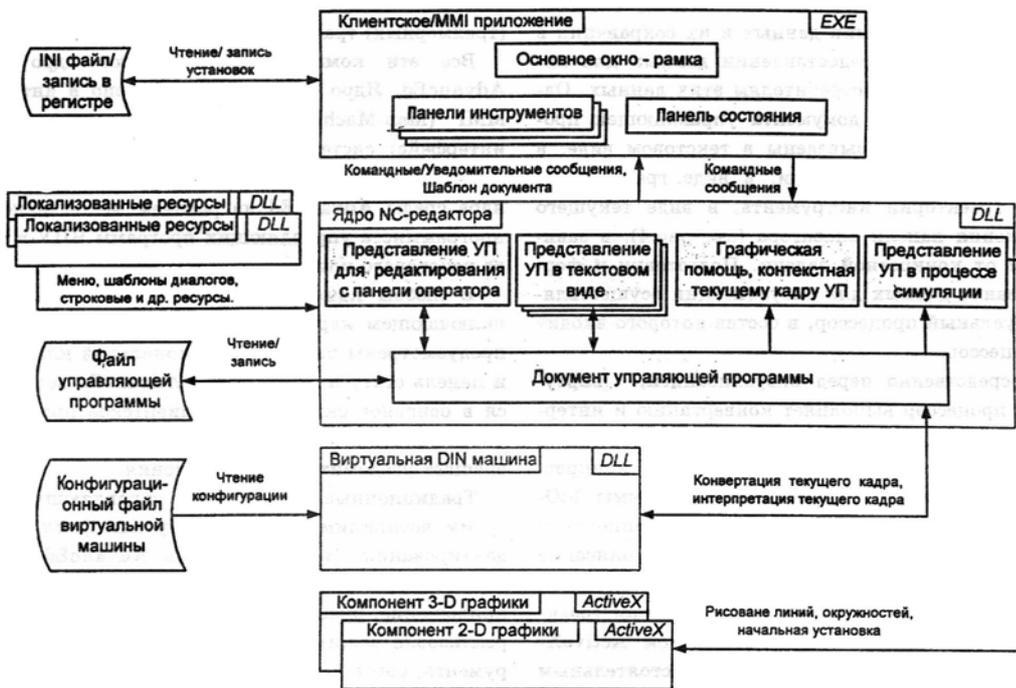

Рис. 3. Блочная структура среды AdvancEd
- Блочная структура среды **AdvancEd** как «многодокументного приложения» (терминология Microsoft) представлена на рис.3. Данные управ-